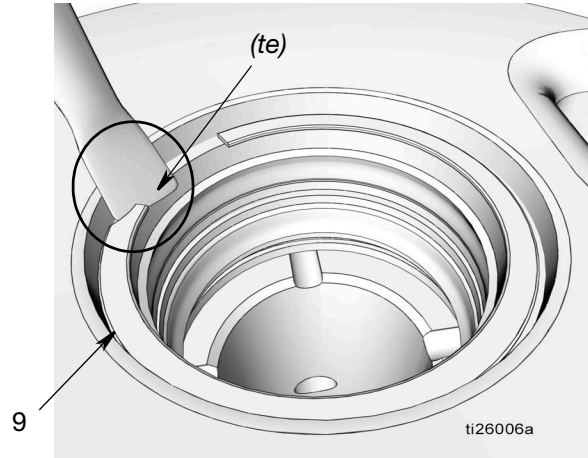
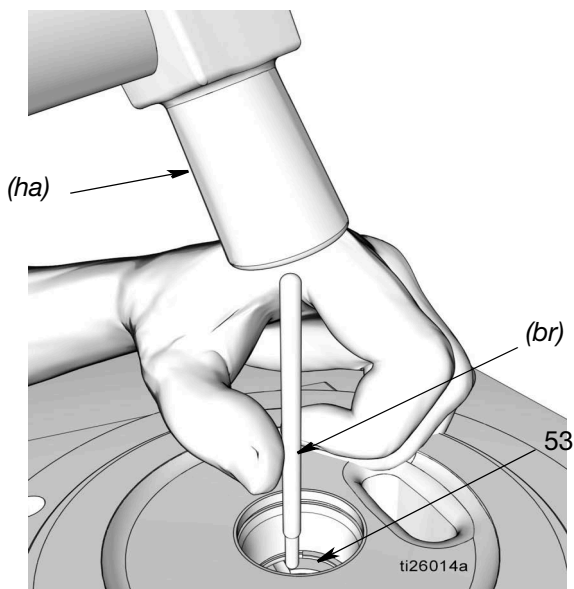

FIG. 25
FIG. 26
- a. Deslice la hoja de un pequeño destornillador plano por debajo del borde cónico (te) del anillo de retención (9) y extraiga el anillo como se observa en FIG. 25.
- b. Extraiga el espaciador cónico (10), la junta (11) y el espaciador (12).
- c. Deslice la hoja de un pequeño destornillador plano por debajo del borde cónico (fe) del anillo de retención (51) para desmontar el anillo como se observa en FIG. 25 y extraiga el anillo de retención. **NO SAQUE EL ÚLTIMO ANILLO DE RETENCIÓN (51).**
- d. Retire el espaciador (12), la junta (11) y el otro espaciador (12).
- Utilice una varilla de latón blanda (*br*) y golpee suavemente el manguito del elemento de la bomba (*ha*) (53) hasta extraerlo de la base de la bomba (1) (FIG. 26).